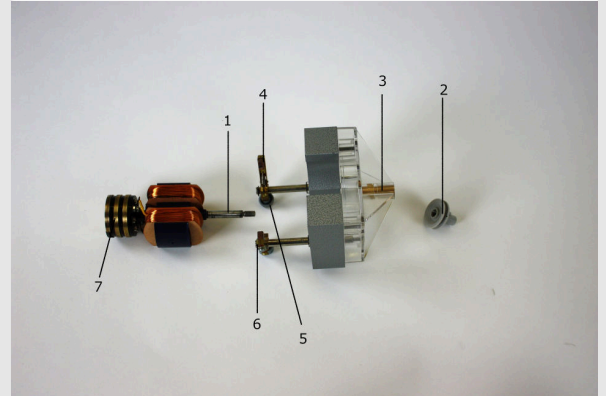

Fig. 1
- Monte la fijación del motor como se muestra en la Fig. 1.